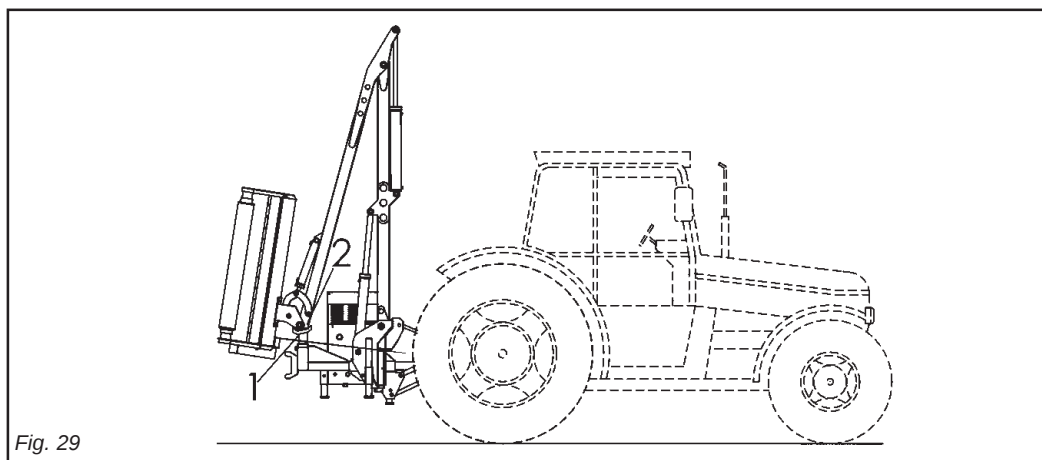

Fig. 29
- 4) Scendere e sbloccare il braccio (2 Fig. 29) dal supporto (1 Fig. 29).
- 4) *Get off the vehicle and release the arm (2 Fig. 29) from the support (1 Fig. 29).*
- 4) Coborâți și deblocați brațul (2 Fig. 29) de la suportul (1 Fig. 29).